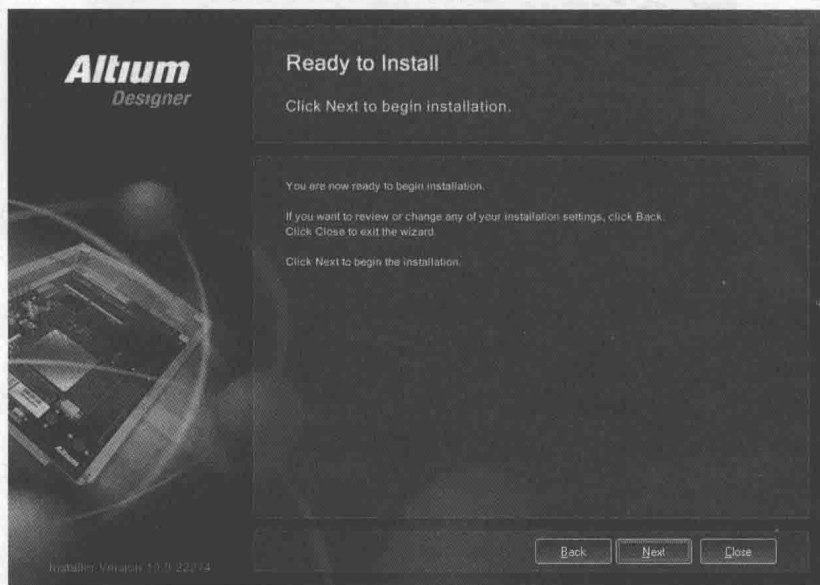

图 1-7 安装准备界面
5) 单击 Next 按钮, 进入软件安装准备界面, 如图 1-7 所示。